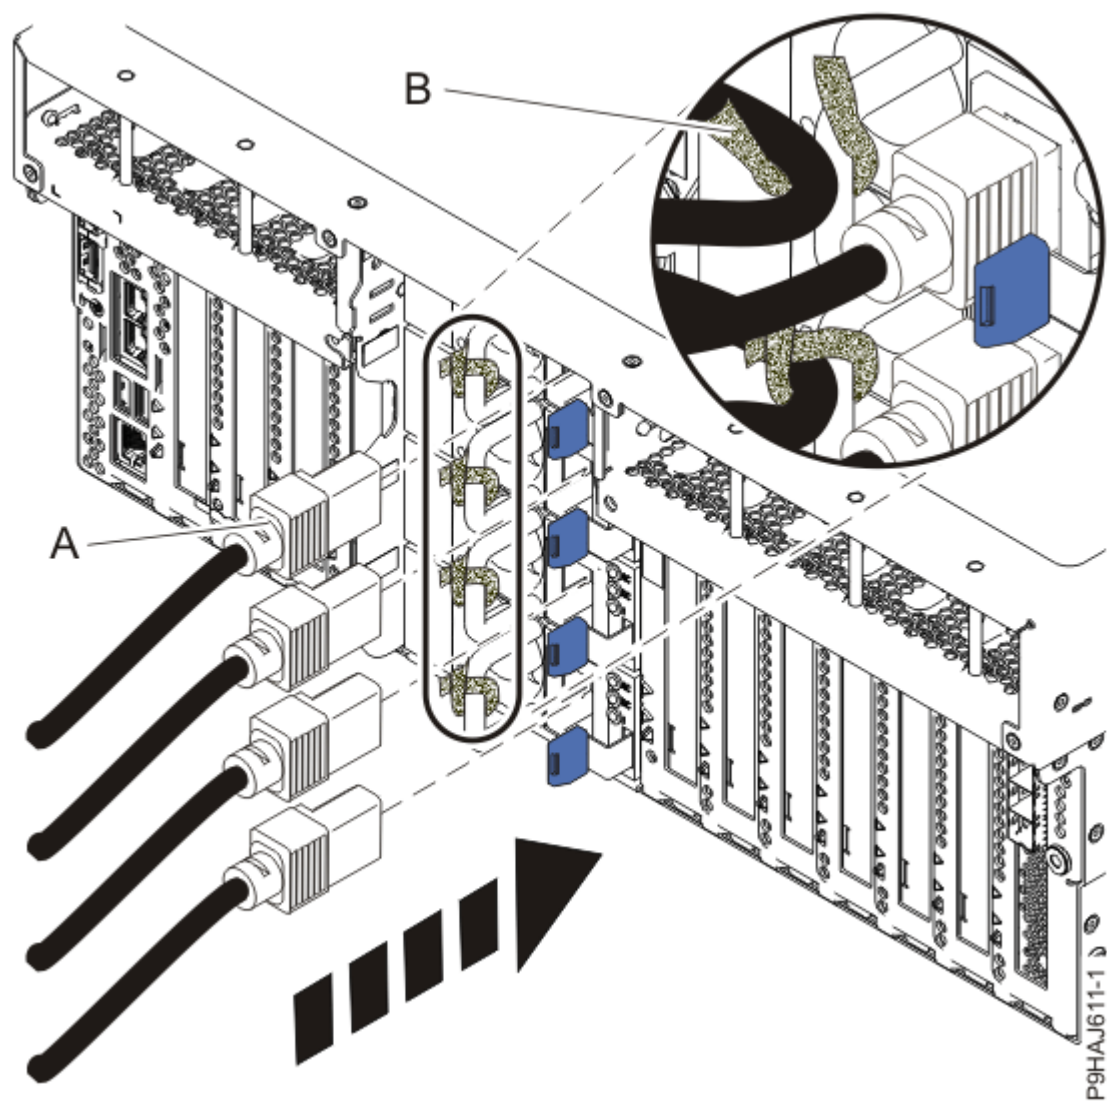
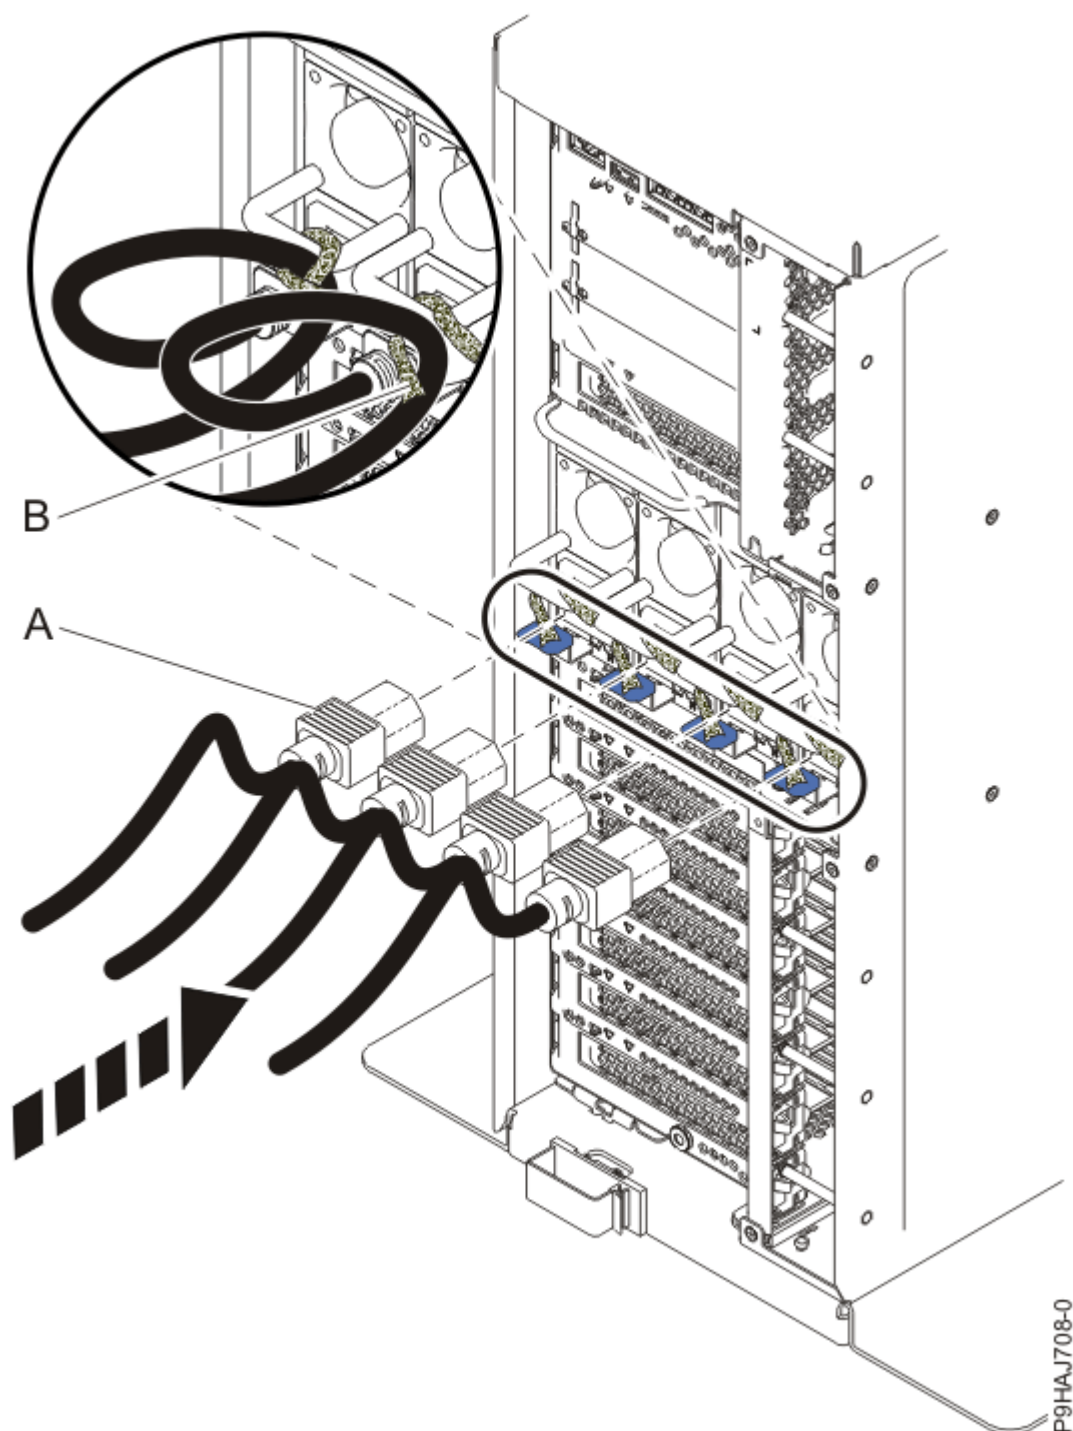

Figura 62. Conexión de los cables de alimentación a un sistema montado en bastidor
Figura 63. Conexión de los cables de alimentación a un sistema autónomo
6. Utilizando las etiquetas, vuelva a conectar los cables de alimentación **(A)** a la unidad del sistema. Sujete los cables de alimentación **(A)** al sistema utilizando los cierres velcro **(B)** tal como se muestra en la Figura 62 en la página 84 o la Figura 63 en la página 85.